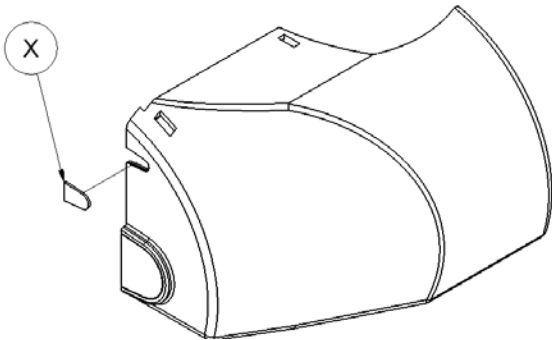

Figure. 5
1. When the switch 445SW is used, break out the small break out piece (X) that will give access for the cable of the switch to come out of the safety cover and go to the control box on the door (Fig.5).
1. Gebruikt u schakelaar 445SW, breek dan het kleine uitbreeknokje (X) uit zodat de kabel van de schakelaar van het veiligheidsdeksel naar het regelkastje op de deur kan worden gelegd (Fig. 5).